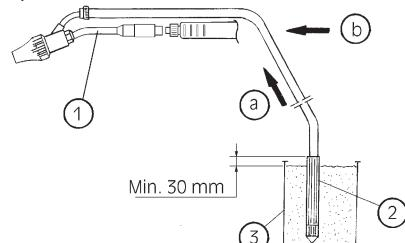

Fig. 7
El dispositivo para limpieza con chorros de agua y arena es de fácil aplicación (véase Fig. 7): basta sustituir el terminal estándar con el terminal para limpieza con chorros de agua y arena (1) e introducir el tubo de aspiración arena (2) en un recipiente especial (no suministrado) (3), prestando atención a utilizar arena seca y de calidad adecuada para este uso (arena de cuarzo o sílice); para mayores informaciones, contactarse con el revendedor y dejar que el tubo sobresalga en la medida de 30 mm respecto de la arena.